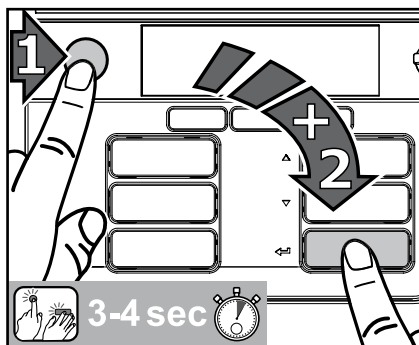

图 42
1. 先按停止键，然后按确认键 ，并将两个键同时按压3-4秒，以便进入清洁模式。（图 42）